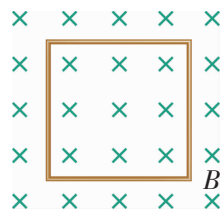

图 1-2-5
2. 如图 1-2-5 所示, 在下列情况中, 正方形线框在匀强磁场里运动, 能否产生感应电流? 为什么?